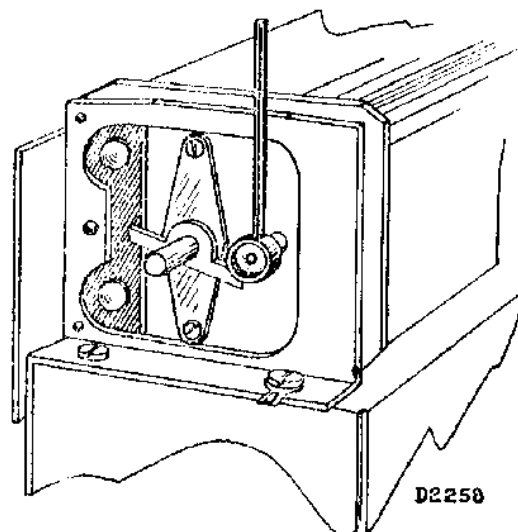

Fig. 4
2.  $15^\circ$  mal aanbrengen (fig. 4); variabele cond. tegen mal draaien (kleine capaciteit). Gemoduleerd signaal van  $1440 \text{ Kc}$  aanleggen aan antennecontact via condensator  $32 \mu\mu\text{F}$ .